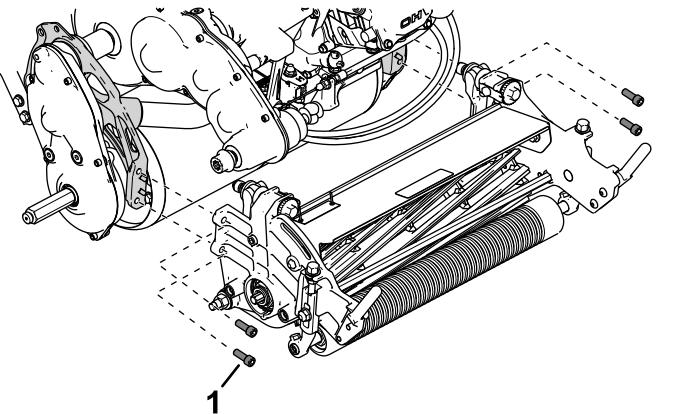

Рисунок 49
- Снимите винты с головкой под торцевой ключ, которыми режущий блок крепится к раме (Рисунок 49).